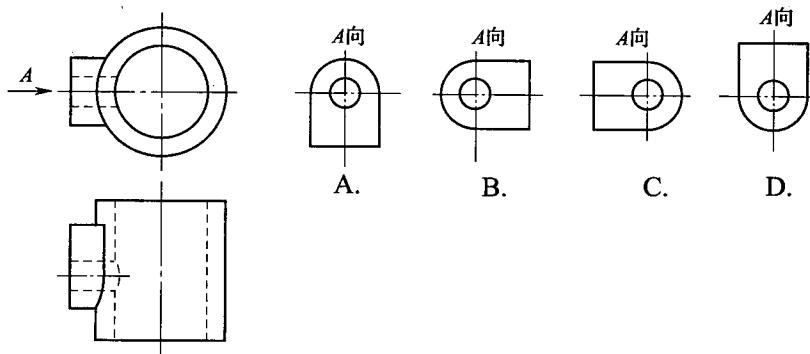

图 I-10
18. 根据如图 I-10 所示的主、俯视图判断，正确的 A 向局部视图应是_____。